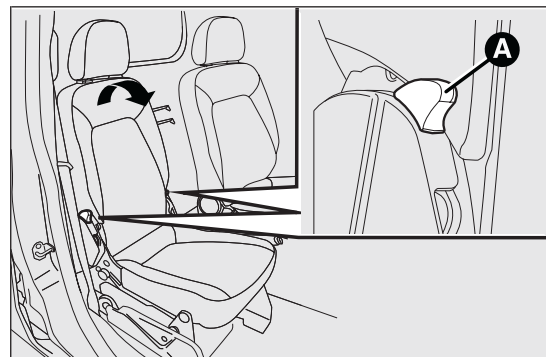

fig. 18
- ☐ agire sulle leve A fig. 18 e ribaltare in avanti lo schienale agendo nel senso indicato dalla freccia;